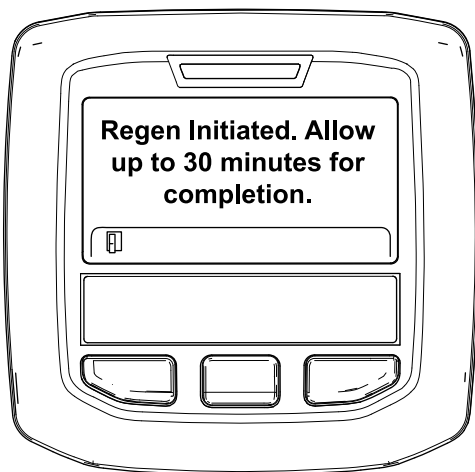

Figura 44
- Se la rigenerazione è consentita, nell'InfoCenter viene visualizzato il messaggio "Rigen. inizializzata. Attendere fino a 30 minuti per il completamento", attendete il completamento del processo di rigenerazione parcheggiata da parte della macchina (Figura 44).